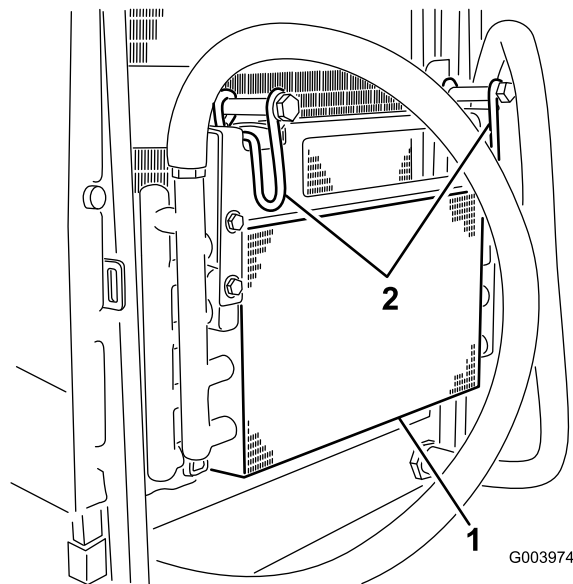

Figura 95
7. Rode os 2 trincos do dispositivo de arrefecimento de óleo para dentro, e incline o dispositivo de arrefecimento de óleo Figura 95